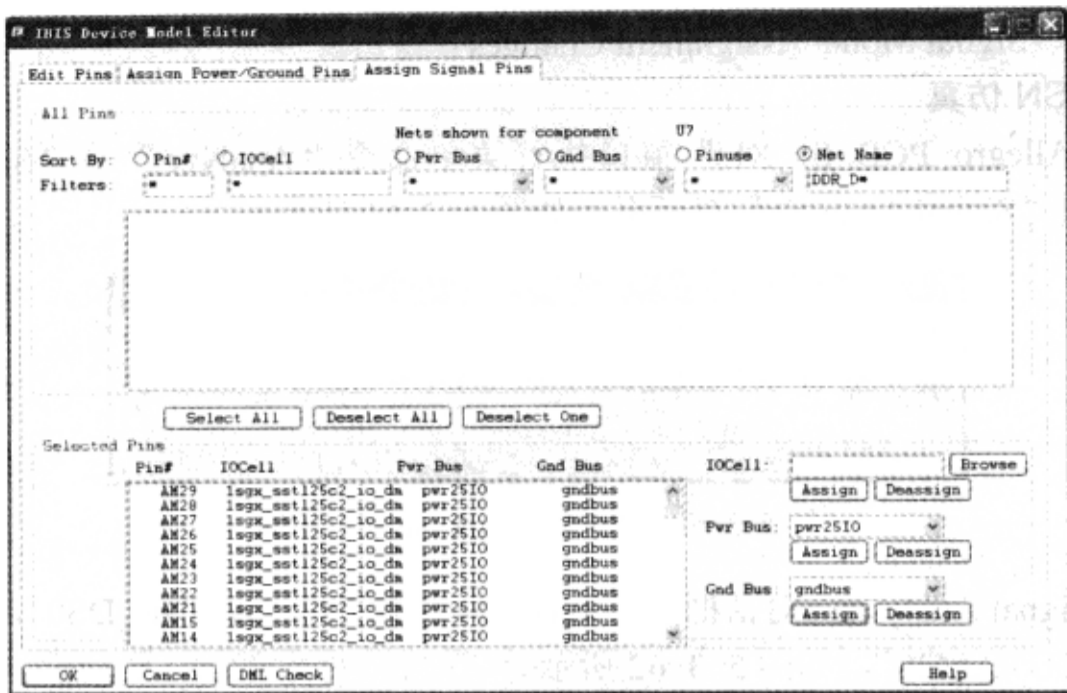

图 5-3-58 分配地总线
(6) 从“Gnd Bus”下拉菜单中选择“gndbus”→单击“Assign”按钮，为选择的引脚分配地总线→“Selected Pins”区域的“Gnd Bus”栏下列出“gndbus”，如图 5-3-58 所示。